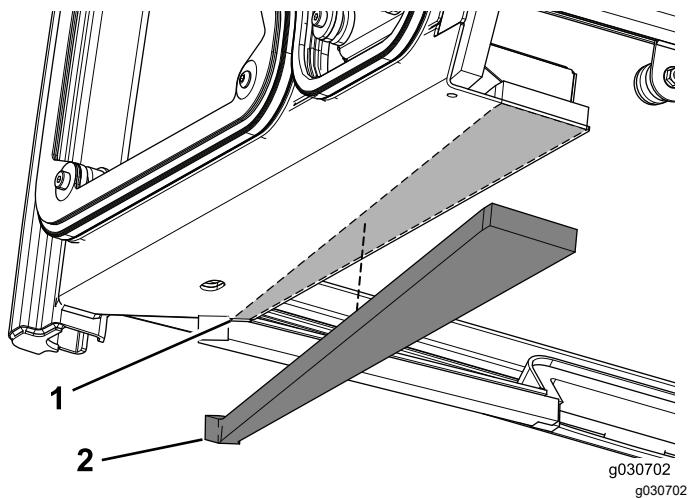

图 14
1. 从驾驶室装置左前面边缘开始约 3mm 处粘贴左泡沫密封条图 14。